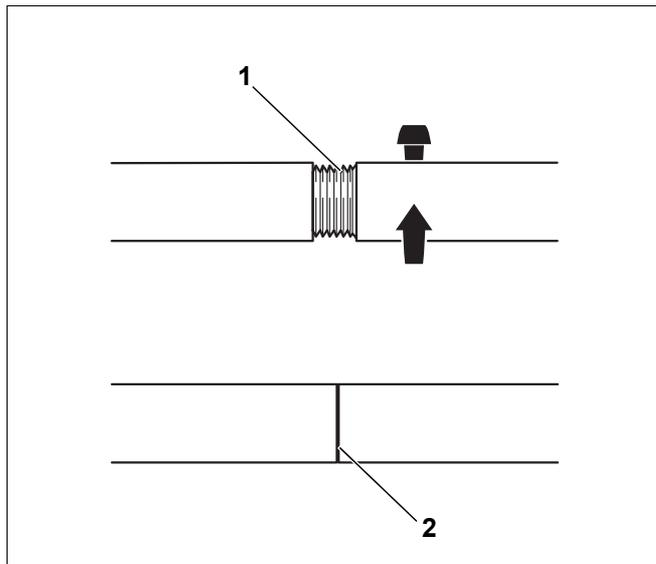

Bild 20 Kesselpresswerkzeug 2.3
- ▶ Kontrollieren Sie vor jedem Gebrauch die Zugstangen und ziehen Sie sie ggf. nach. Wenn die Zugstange ganz eingedreht und kein Gewinde zu sehen ist, dann ist sie korrekt positioniert (Bild 20, **Pos. 2**).
- ▶ Halten Sie das Gewinde (Bild 20, **Pos. 1**) sauber. Verschmutzte Gewinde können während des Pressvorgangs das Presswerkzeug beschädigen.